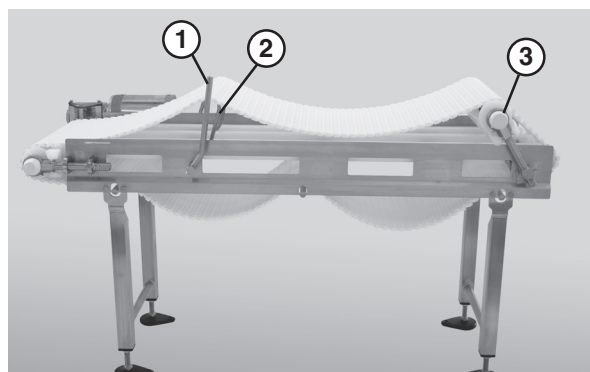

Figure 26
2. Utilisez la manette de soulèvement (Figure 26, item 1) afin d'élever les barres à crochets (Figure 26, item 2) puis, le cas échéant, soulevez la barre basculante (Figure 26, item 3).